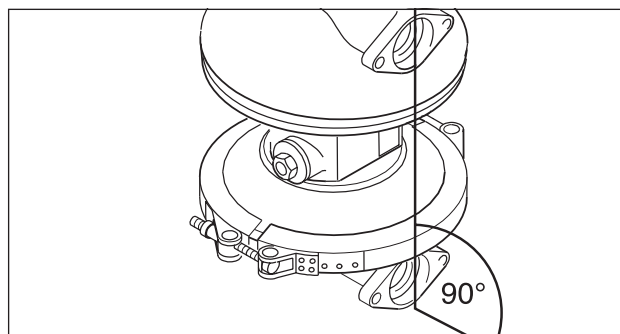
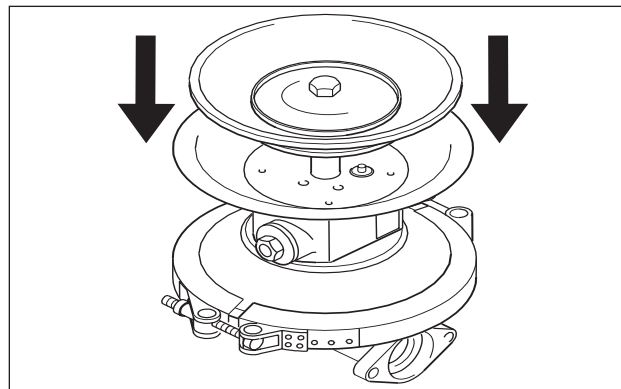

Рис. 7: Выравнивание насосных камер
Рис. 15: Монтаж второй насосной камеры
- Насосные камеры должны принципиально монтироваться у диафрагмы, находящейся у места всасывания (вдавить тарелку диафрагмы в воздушную камеру) (рис. 15). Затяните стяжной хомут или монтажный фланец. Аналогично смонтируйте вторую диафрагму. Фланцевые поверхности корпуса насоса должны находиться на одной прямой (рис. 7).